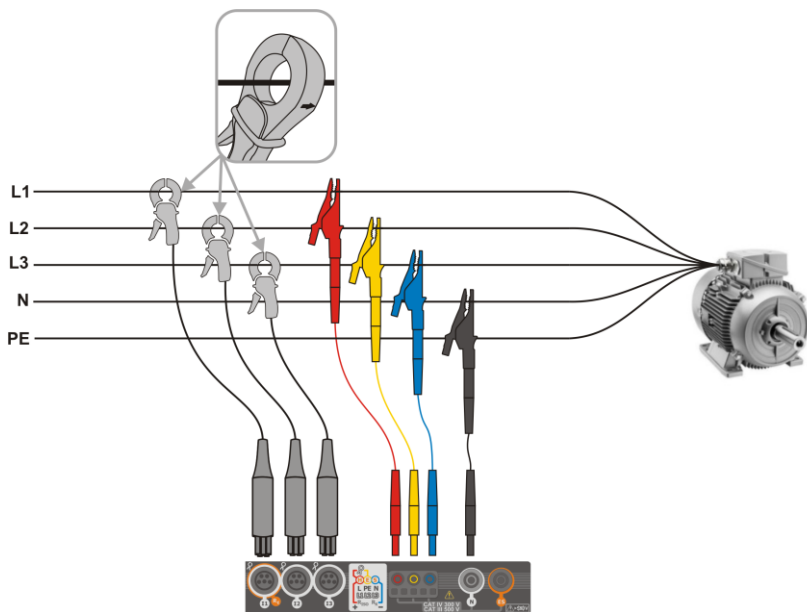

Fig. 6.6 Anschlussdiagramm – 3-Phasen mit 4-Leitern
- 3-Phasen 4-Leiter (Fig. 6.6),